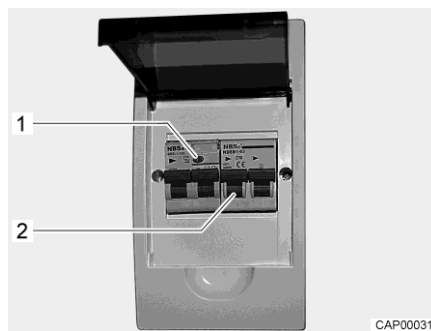

Fig. 52 Caja de fusibles de 230 V con interruptor de protección de línea e interruptor FI
Un interruptor de corriente de defecto (interruptor FI) en la caja de fusibles asegura el vehículo completo contra corriente de defecto (0,03 A). Un interruptor de protección de línea conectado en serie (10 A) (Fig. 52,2) asegura la red de a bordo de 230 V.
- Si el vehículo está conectado a la alimentación de 230 V, pulsar la tecla de prueba (Fig. 52,1). Se debe activar el interruptor de corriente de defecto.